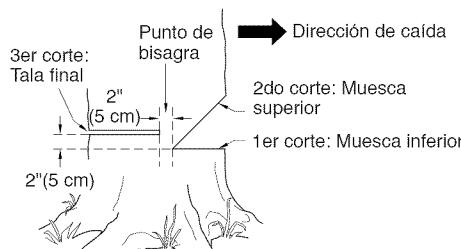

Figura 8 - Tala de un árbol
La preparación correcta de una muesca determinará la dirección en que caerá el árbol. Corte la muesca del lado del árbol correspondiente a la dirección en la cual desea que éste caiga (vea la Figura 8). Siga las instrucciones a continuación para cortar la muesca.
1. Haga el corte inferior de la muesca tan cerca del suelo como sea posible. Sujete la sierra de modo que la barra de guía se encuentre en posición horizontal. Corte a través del tronco del árbol hasta atravesar 1/3 de su diámetro (vea la Figura 8). **Nota:** Haga siempre este corte inferior horizontal en primer lugar. Si la hace en segundo lugar, el árbol puede presionar la cadena o la barra de guía.
2. Comience el corte superior de la muesca a una distancia del corte inferior igual a la profundidad de éste. **Por ejemplo:** Si el corte inferior tiene una profundidad de 20 cm, comience el corte superior 20 cm por encima de aquél. Corte en dirección hacia abajo y a un ángulo de 45°. El corte superior de la muesca debe llegar y unirse al punto final del corte inferior (vea la Figura 8, página 34).
1. Haga el corte de tala final 5 cm por encima del corte inferior de la muesca y sobre el lado opuesto del árbol (vea la Figura 8, página 34). Mantenga el corte de tala final paralelo al corte inferior de la muesca.
ADVERTENCIA: No atraviese el árbol completamente. Deje alrededor de cinco centímetros de diámetro sin cortar, directamente detrás de la muesca (vea la Figura 8). Esta porción sin cortar funciona a manera de bisagra. La bisagra ayuda a evitar que el árbol se tuerza y caiga en la dirección equivocada.